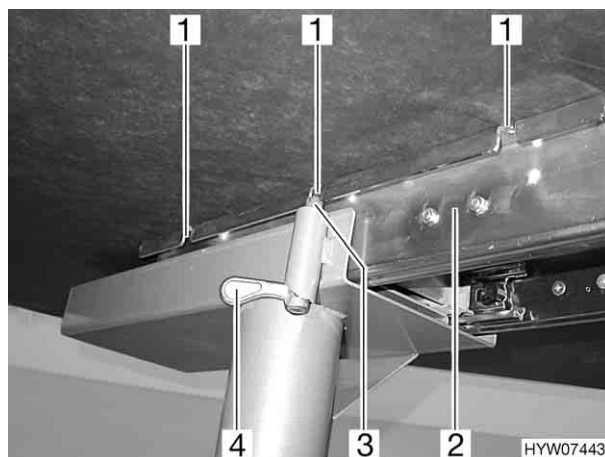

Fig. 35 Tavolo fisso con piede del tavolo ancorato
- Girare il chiavistello (Fig. 35,4) sul lato inferiore del tavolo in senso antiorario. Il perno del chiavistello (Fig. 35,3) viene sbloccato.
- Spingere il piano del tavolo sulle barre (Fig. 35,2) fino alla posizione desiderata (Fig. 35,1).
- Girare il chiavistello (Fig. 35,4) in senso orario.
- Spostare il piano del tavolo finché il perno del chiavistello (Fig. 35,3) non scatta nella posizione di arresto (Fig. 35,1).